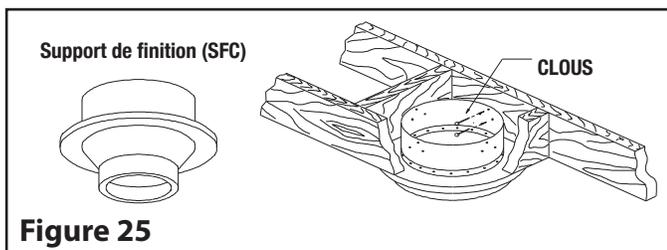

Figure 25
Étape 2. Par dessous, poussez le support dans l'ouverture percée au préalable. Clouez le support au boîtier encadré à l'aide de (12) clous torsadés de 3 po (voir Figure 25).